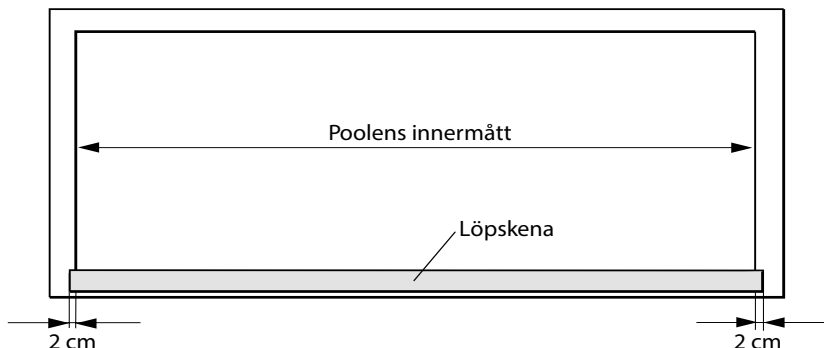

Bild 2. Löpskenans längd i förhållande till poolens innermått
3. Lägg ut skenorna på sina platser enligt bild 2. För övrigt se punkt 1-9 "Montering".
2. Kapa ren skenorna till sina rätta mått enligt bild 2. Se till att skenan kapas rakt så att ingen glipa uppstår. Speciellt viktigt att skenskarven ligger tätt ihop i vagnens löpspår.